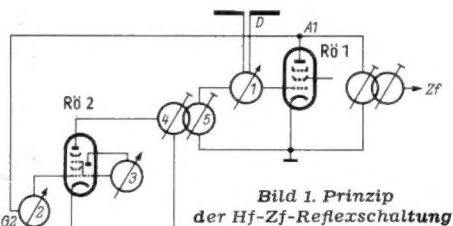

Bild 1. Prinzip der Hf-Zf-Reflexschaltung
1. **Hf-Zf-Reflexschaltungen.** Hier wird nach Bild 1 die Röhre R0 1 gleichzeitig zur UKW-Vorverstärkung und zur Zf-Verstärkung herangezogen. Die Antenne D wird an den UKW-Eingangskreis 1 angekoppelt. Die Röhre R0 1
In einer Schaltung nach Bild 1 besteht zunächst die Gefahr, daß von der Anode der Röhre R0 1 Zf-Spannung über den Reflexkanal A 1 G 2 an das Gitter der Röhre R0 2 gebracht wird. Da das Bandfilter 4/5 im Anodenkreis von R0 2 ebenfalls auf die Zwischenfrequenz abgestimmt ist, kann eine Selbsterregung der beiden Röhren R0 1 und R0 2 auf der Zwischenfrequenz verursacht werden. Jedoch ist es verhältnismäßig leicht, den Reflexkanal von der Zwischenfrequenz so gut zu säubern, daß eine solche Selbsterregung mit Sicherheit vermieden wird.